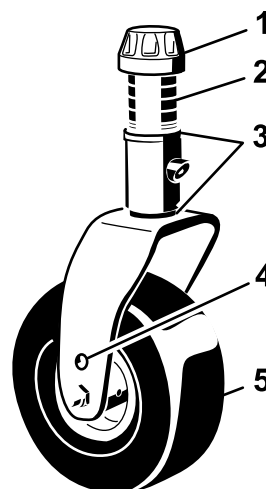
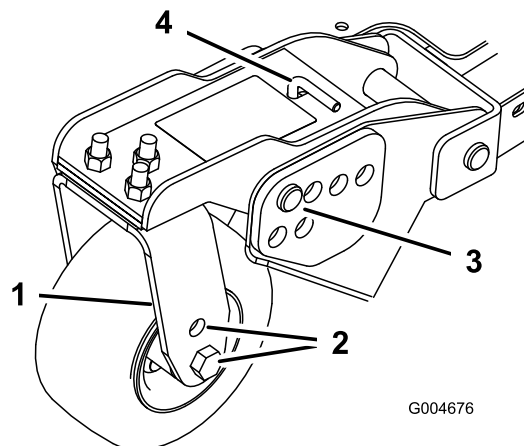
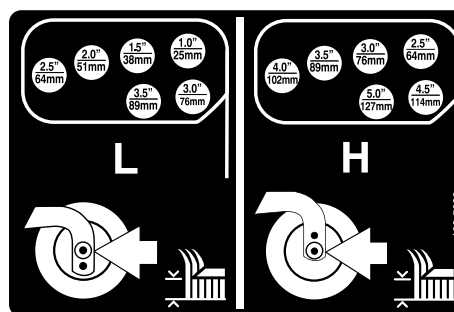

Figura 21
Figura 23
Figura 24
1. Coloque os eixos da roda giratória nos mesmos orifícios em todas as forquilhas da roda giratória (Figura 21 e Figura 23).
2. Retire a tampa de tensionamento do eixo roscado e desloque o fuso para fora do braço da roda giratória (Figura 21).
6. Retire o perno de gancho e os pinos de segurança dos braços articulados das rodas giratórias (Figura 23).
7. Rode a barra tensora para levantar ou descer o braço articulado, até os orifícios se encontrarem alinhados com os orifícios da altura de corte desejados, na estrutura da plataforma do cortador (Figura 23 e Figura 24).